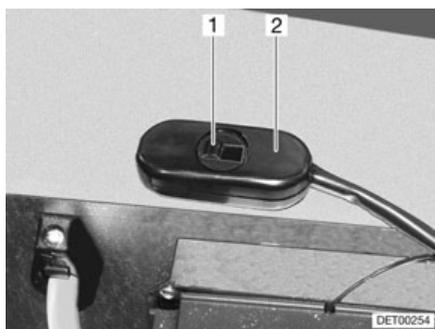

Fig. 126 Interrupteur réduction de la vitesse de rotation
L'interrupteur à curseur permet de régler la vitesse de rotation du circulateur (Fig. 126,2). Une faible vitesse de rotation réduit les bruits de fonctionnement de la pompe.
- Pousser l'interrupteur à curseur (Fig. 126,1) vers la droite. La puissance est réduite.